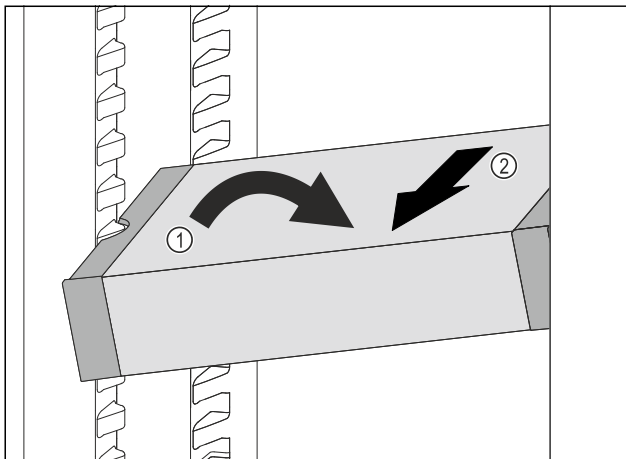

Fig. 186
- ▶ VarioSafe im Kühlteil schräg stellen. Fig. 186 (1)
- ▶ VarioSafe nach vorne entnehmen. Fig. 186 (2)